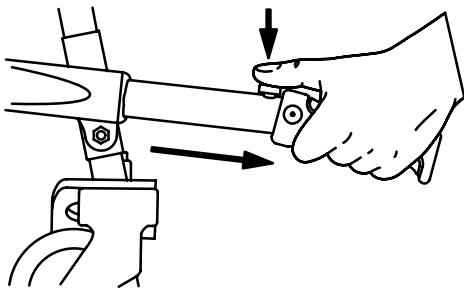

Figura 6 – Mangos elevadores del extremo de los pies
2. Operador del extremo de los pies: Pulse los botones rojos de liberación para extender los mangos elevadores del extremo de los pies y tire de los mangos hacia fuera hasta el tope (Figura 6). Suelte los botones para bloquear las asas.